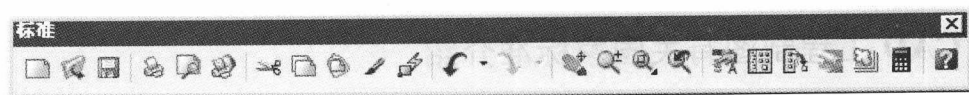

图 1-18 AutoCAD 2006 的“标准”工具栏
(3) 工具栏 工具栏是 AutoCAD 最重要的操作工具，包括了 AutoCAD 中所有的命令。通过工具栏可以直观、快捷地访问一些常用的命令。AutoCAD 2006 系统提供了 30 个工具栏，最初只显示“标准”工具栏、“样式”工具栏、“图层”工具栏、“特性”工具栏、“绘图”工具栏和“修改”工具栏，“标准”工具栏如图 1-18 所示。